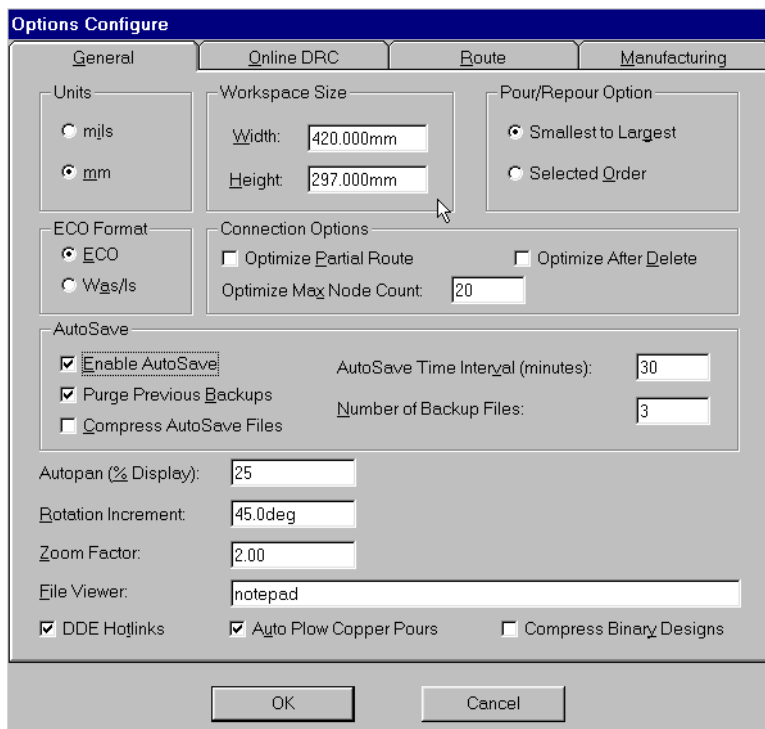

Рис. 7-2. Установка общих параметров редактора печатных плат PCB
3) В рамке *Workspace Size* (размер рабочей зоны) в окнах **Width** (ширина) и **Height** (высота) установите значения, показанные на рис. 7-2 (они должны быть больше размеров проектируемой печатной платы).